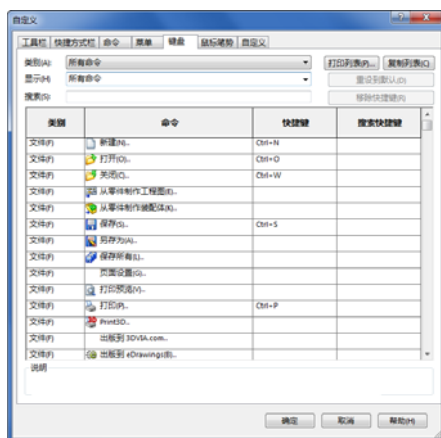

图 1-33 “自定义”对话框
(1) 执行命令。执行“工具”→“自定义”菜单命令，或者在工具栏区域单击鼠标右键，在快捷菜单中选择“自定义”选项，此时系统弹出“自定义”对话框。
(2) 设置快捷键。选择对话框中的“键盘”标签，会出现图 1-33 所示的“键盘”标签的类别和命令选项。